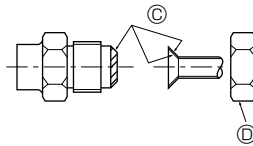

Fig. 4-1
### 4.2. Соединение труб (Fig. 4-1)
- Ⓐ (Fig. 4-1)
- Ⓑ (Fig. 4-1)